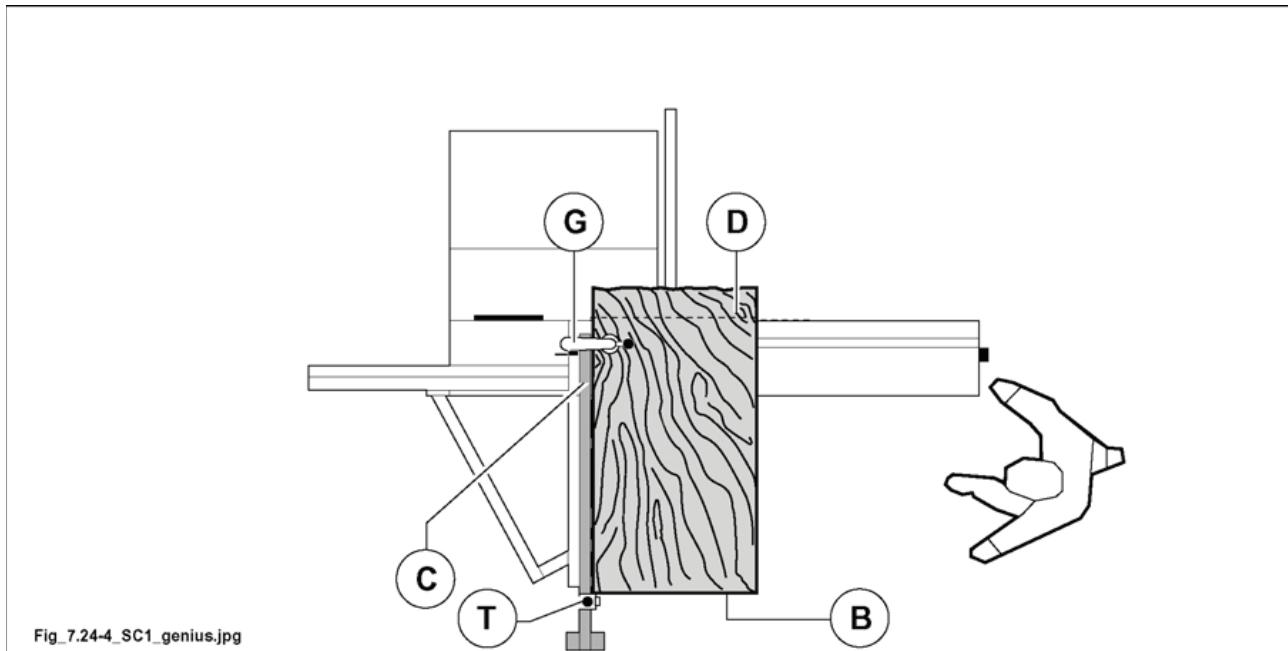

Рис. 7.24-4
- Повернуть панель на 90°. Опереть только что отрезанную боковину (С рис. 7.24-4) на линейку из алюминия, а обрабатываемую боковину (В рис. 7.24-4) опереть на упор (Т рис. 7.24-4) линейки (установлена на значении реза), блокировать при помощи толкателя (Г рис. 7.24-4) и произвести новый рез (Д fig. 7.24-4).